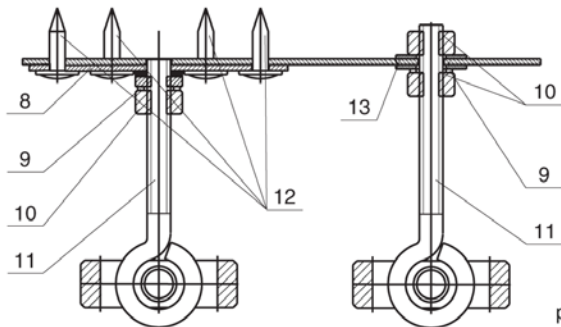

рис. 2
6. Установить кронштейн на капоте автомобиля, выбрав один из способов установки (см. рис. 2).